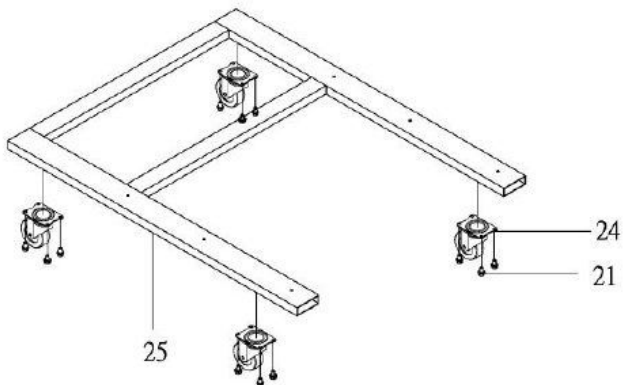

Рисунок 1.
Шаг 1. Закрепите колеса основания (24) на основании (25) при помощи болтов 5/16"x1/2" (21). См. Рис. 1